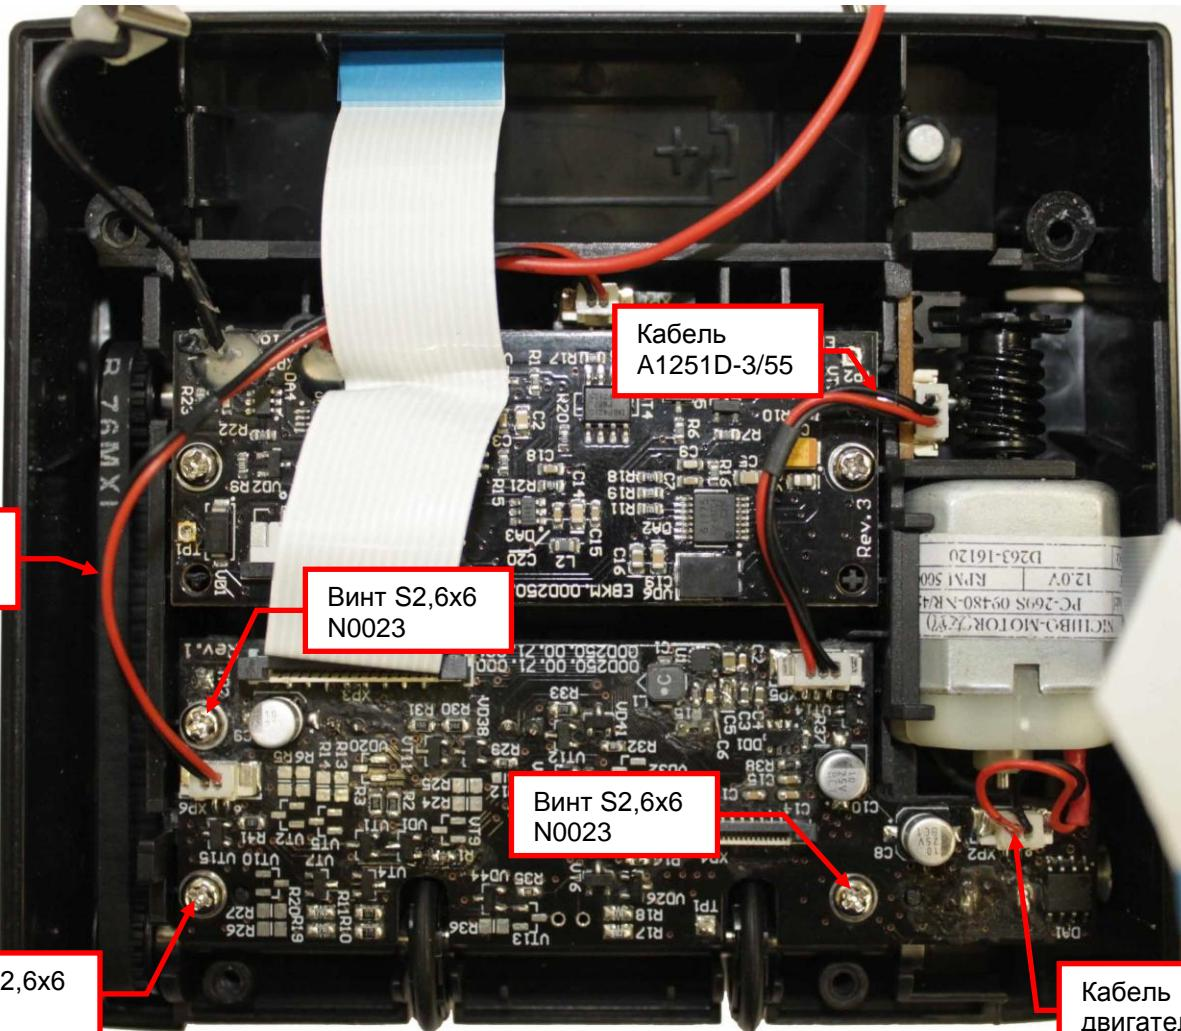

Рисунок 9.10
**9.5.4** Отсоедините, с помощью пинцета, кабель A1251D-2/95, кабель A1251D-3/55 и кабель двигателя от модуля подсветки (см. рис.9.10). Вывинтите, с помощью отвертки Ph1, винты S2,6x6 N0023 (3 шт.), крепящие модуль. Снимите модуль.